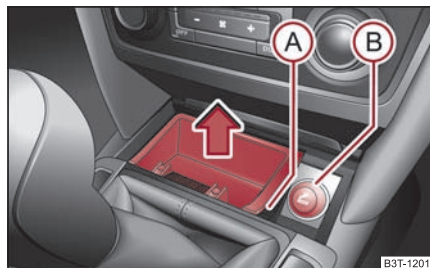
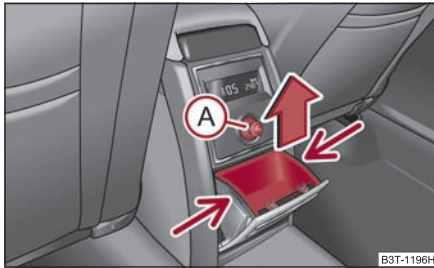

Fig. 104 Consola centrală: Scrumiera față
Fig. 105 Consola centrală:
- Apucați scrumiera în punctul (A) ⇒ fig. 104 și scoateți-o în sensul indicat de săgeată.
- Apucați scrumiera de locul marcat cu săgeți ⇒ fig. 105 și scoateți-o.
- Apăsați capătul brichetei (A) ⇒ fig. 105 sau (B) ⇒ pagina 92, fig. 104.